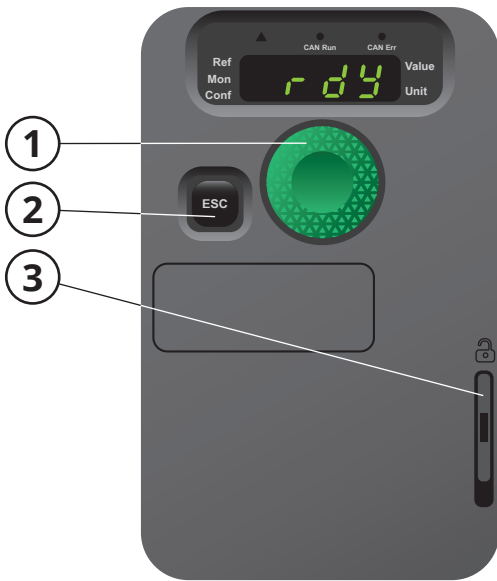

Fig. 1
All programmering utförs via tryckknapparna på frontdisplayen **Fig. 1**. Vred (1) används för val i menyer och för att bekräfta information. ESC knapp (2) går ur meny eller en parameter, eller ignorerar parametern eller visat värde. Fronten låses upp med knapp (3).
Klicka två gånger på vredet (1, **Fig. 1**) och ställ in önskat referenstryck genom att vrida på vredet.